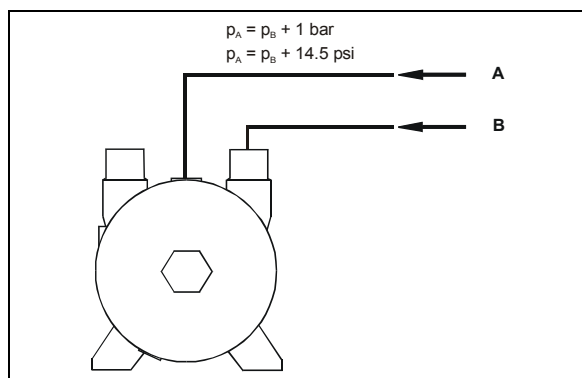
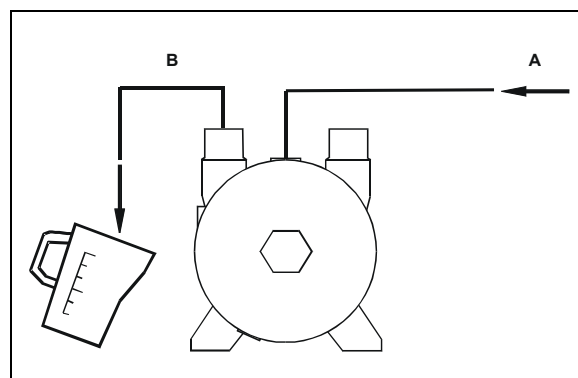
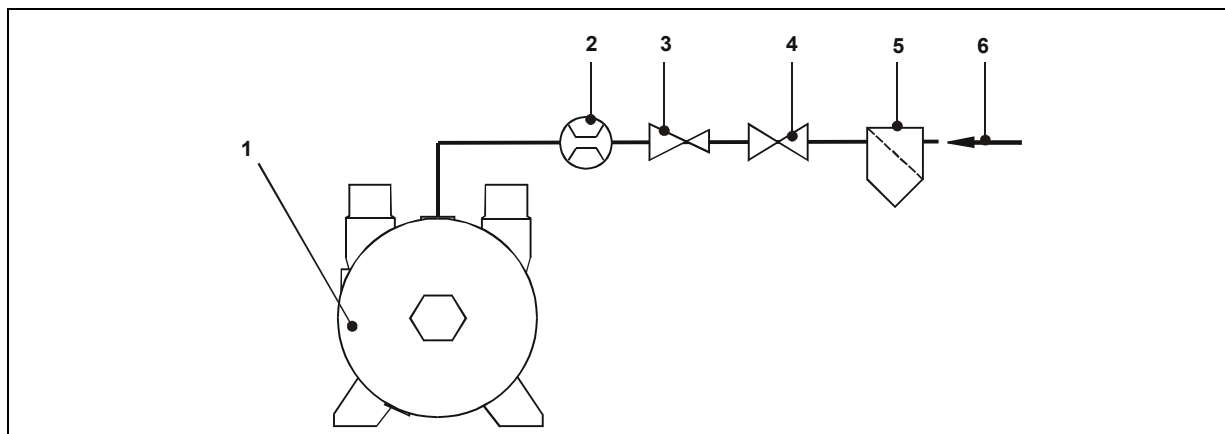
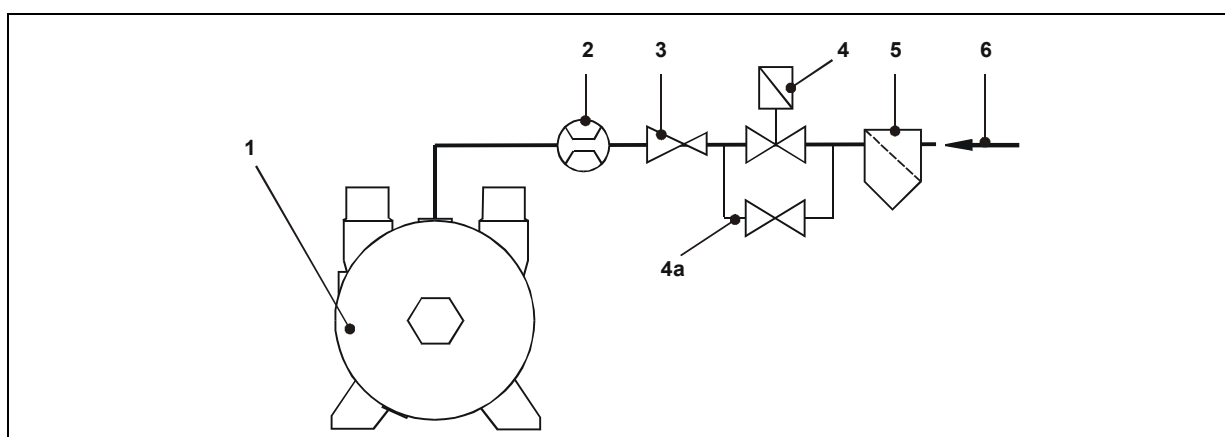

fig. 9: Regolazione del flusso del liquido di esercizio:
fig. 10: Regolazione del flusso del liquido di esercizio:
fig. 11: Funzionamento con alimentazione del liquido di servizio: funzionamento a controllo non automatico
fig. 12: Funzionamento con alimentazione del liquido di servizio: funzionamento a controllo automatico
valvola di chiusura (fig. 11, pag. 31, pos. 4).
valvola di chiusura nella tubazione by-pass (fig. 12, pag.31, pos. 4a).
Vedi fig. 9, pag. 30. e fig. 10, pag. 30, come pure fig. 11, pag. 31, e fig. 12, pag. 31.
1) Regolare la pressione d'ingresso del liquido di servizio fig. 9, pag. 30):
Nel caso di funzionamento a controllo non automatico (fig. 11, pag. 31):
Nel caso di funzionamento a controllo automatico (fig. 12, pag. 31):
- La valvola elettromagnetica (pos. 4) si apre, e viene alimentato il liquido di servizio.
- per mezzo del flussometro (fig. 11, pag. 31, e fig. 12, pag. 31, pos. 2)
- misurando il flusso volumetrico del liquido di servizio scaricato dal tronchetto di pressione per unità temporale con un misurino (fig. 10, pag. 30)
- Tramite la valvola di registro (fig. 11, pag. 31, e fig. 12, pag. 31, pos. 3)
Nel caso di funzionamento a comando automatico (fig. 12, pag. 31):